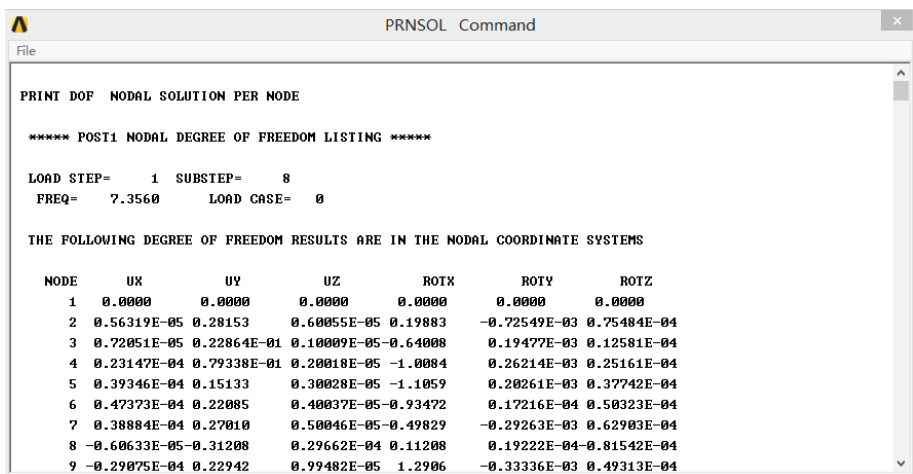

图 4-119 节点位移求解结果显示
3) 选择 Main Menu | General Postproc | List Results | Nodal Solution 命令, 出现 List Nodal Solution 对话框。选择 Nodal Solution | DOF Solution | Displacement vector sum, 单击 OK 按钮, ANSYS 显示窗口显示如图 4-119 所示的节点位移求解结果。